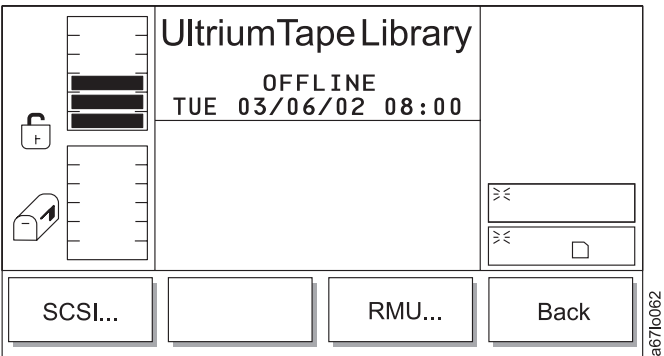

Abbildung 140. Kassettenarchivuntermenü
- Wird **Library** ausgewählt, erscheint das Kassettenarchivuntermenü (siehe Abb. 140 auf Seite 156).
Tabelle 89. Übersetzung von Abb. 140, Kassettenarchivuntermenü
- Wird **Cancel** ausgewählt, erscheint das Kassettenarchivuntermenü (siehe Abb. 140 auf Seite 156).